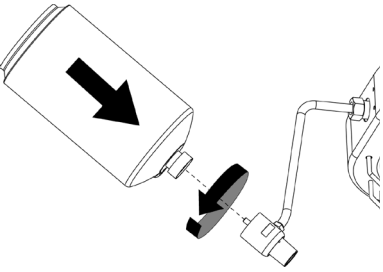

Figura 2
2. Lubrique la rosca de la válvula del regulador con vaselina de petróleo, introduzca el tanque de gas en la válvula del regulador y apriete con la mano la conexión firmemente (Figura 2).